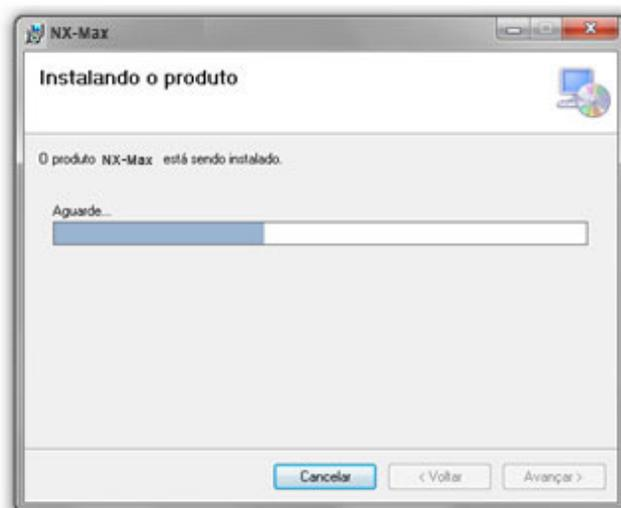

Figura 15
- Aguarde enquanto o software de instalação copia os arquivos necessários (Figura 15)